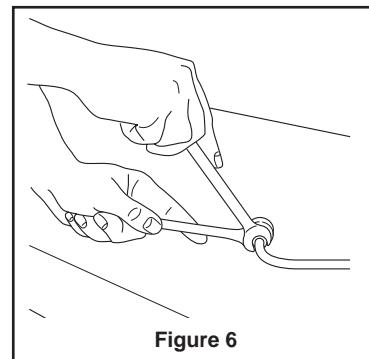

Figure 6
- 1 Repérez le raccord à compression et la bague fournis avec l'appareil. Faites glisser le raccord à compression et la bague sur la conduite d'alimentation en eau de 6 mm (1/4 po). N'utilisez pas de produit ou de ruban d'étanchéité. À l'aide de deux clés, serrez le raccord à compression sur la conduite d'alimentation (Figure 6).